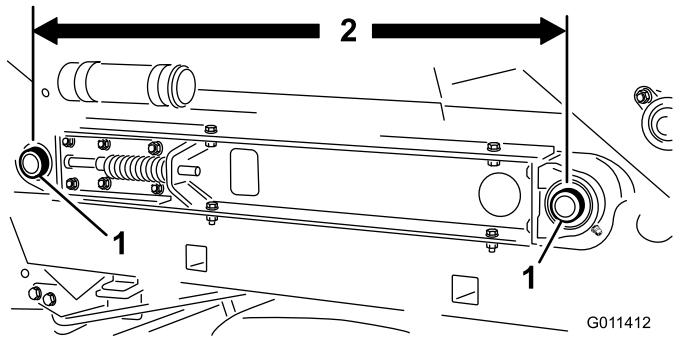

Figura 27
3. Certifique-se de que a distância central entre os veios dos rolos da correia transportadora (Figura 27), em cada lado da máquina, é igual — aproximadamente 89,5 cm.